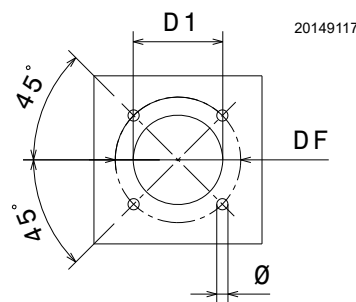

Рис. 13
Просверлите отверстия в плите, закрывающей камеру сгорания, как показано на рис (Рис. 13). Положение резьбовых отверстий можно разметить с помощью теплового экрана из комплекта горелки.
- Вставьте горелку в ранее подготовленное отверстие котла (Рис. 13 на стр. 19) и закрепите ее при помощи винтов из комплекта поставки.